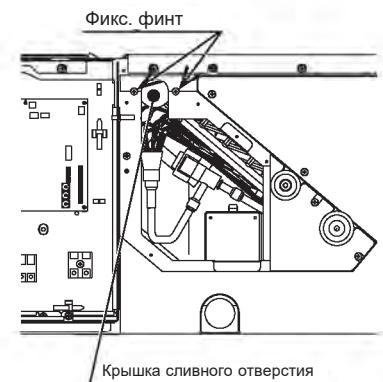

Рис. 3-3
(3) Снимите крепежные винты (2 места), показанные на рис. 3-3, и крышку отверстия сливного отверстия.